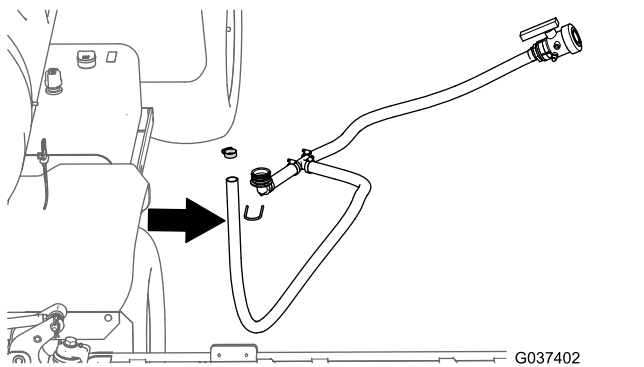

Figure 30
- Déposez les flexibles de dérivation et de vidange de la machine (Figure 30).